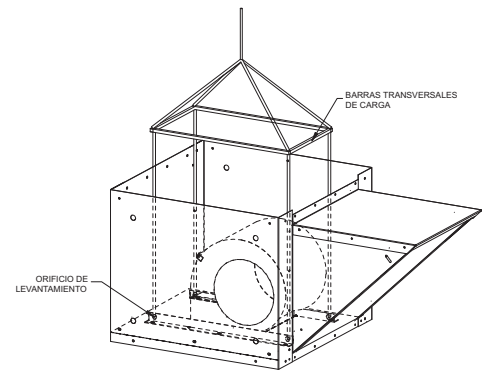

Figura 5: Unidad de Levantamiento
- Utilice una grúa y un juego de barras transversales de carga enganchado en los orificios de levantamiento de fábrica (como se muestra en la Figura 5) para izar y centrar la unidad en la base. Utilice tornillos autorroscantes para lámina de metal para sujetar la unidad a la base.